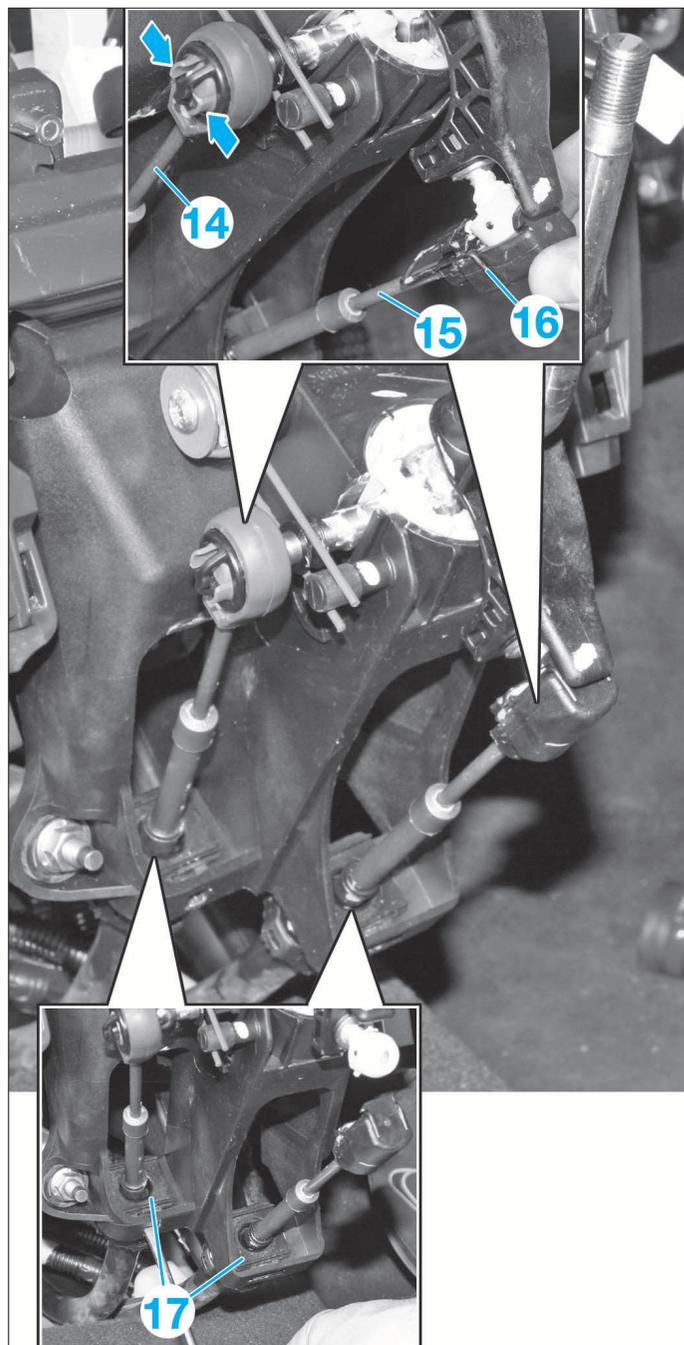

FIG. 25
- Désaccoupler le câble de sélection de vitesses (14) en procédant à une légère pression sur les deux ergots.
- Démontez le câble de sélection de vitesses (15) en déposant le clip (16).
- Déposer les griffes (17) de fixation des câbles de sélection de vitesses (fig.25).